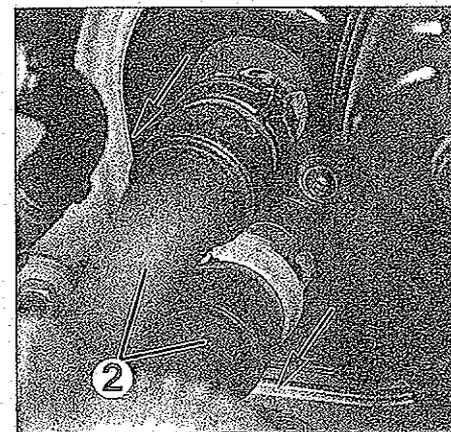

FIG. 12
- Desbloquear y desconectar los manguitos (2) de agua del salpicadero marcando su posición (fig. 12).